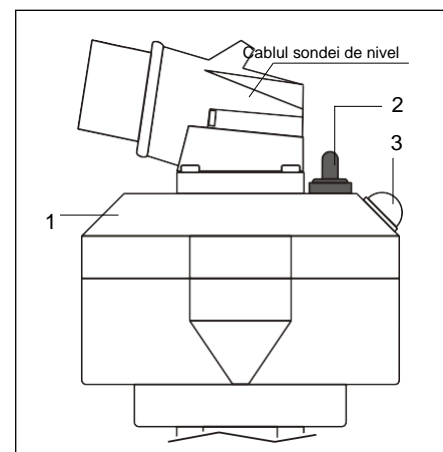

FIG. 14 (Sondă de nivel pe carenă)
- 1) Opriți sonda de nivel (FIG. 14 - Ref. 1) de pe carenaj aducând selectorul la "0" (FIG. 14 - Ref. 2). Lumina roșie de avertizare se stinge (FIG. 14 - Ref. 3); Automat, supapa troliului a unității de comandă se închide, astfel întrerupând ieșirea produsului din siloz. Compressorul continuă să funcționeze timp de 25 de secunde pentru a asigura golirea completă a tubului de transport al produsului; Presiunea din conductă scade la valoarea minimă de 0,6 bari (tubul gol).
- 3) Porniți sonda de nivel (**FIG. 14 - Ref. 1**) de pe carenăj aducând selectorul la "I" (**FIG. 14 - Ref. 2**). Lumina roșie de avertizare se aprinde (**FIG. 14 - Ref. 3**);